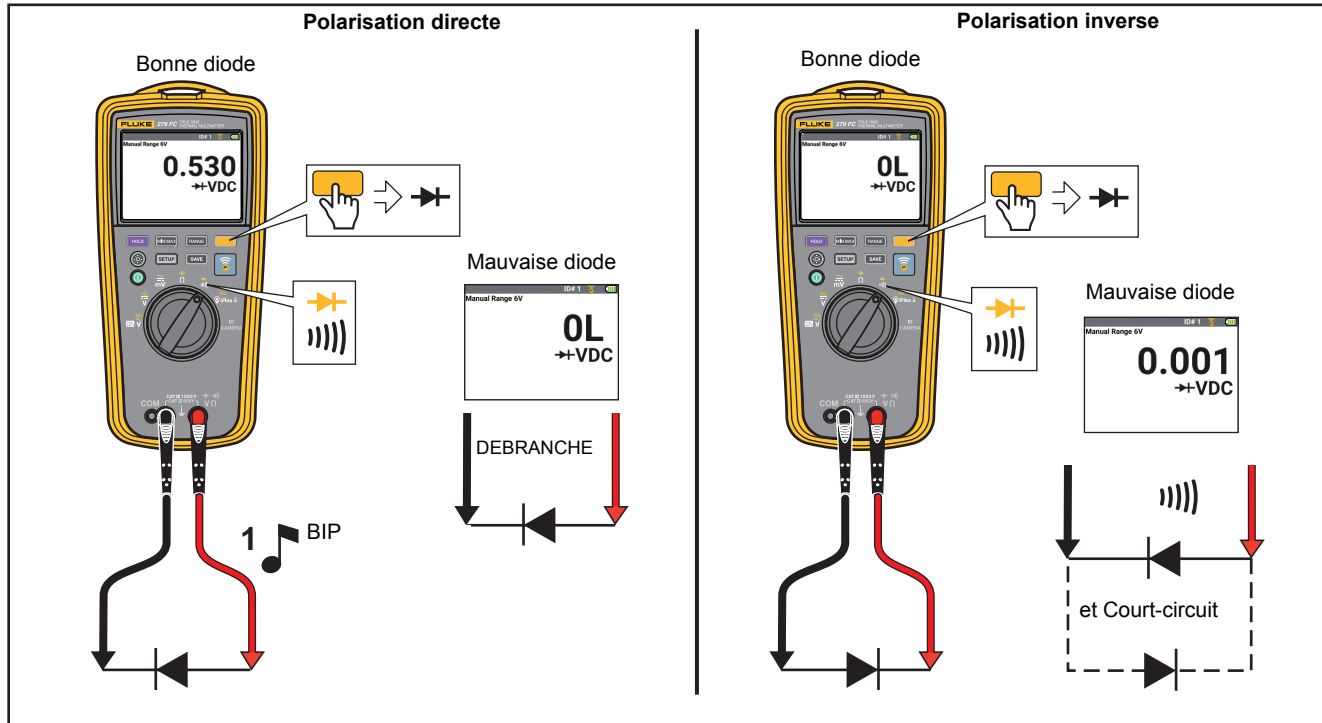

Figure 11. Contrôle de diode
- Contrôle de diode. Voir la Figure 11.
Pour mesurer une diode en dehors d'un circuit, monter le multimètre conformément à la Figure 11. Pour les mesures de polarisation directes sur un composant à semi-conducteur, placer le cordon de mesure rouge sur la borne positive du composant et le cordon de mesure noir sur la borne négative du composant.